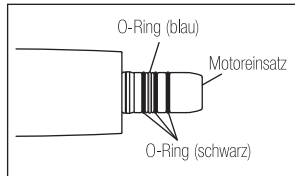

Abb. 8
- Der blaue O-Ring ist dünner als die 3 schwarzen O-Ringe. Stellen Sie sicher, dass die O-Ringe in die richtigen Rillen eingesetzt werden, wie in Abb. 8 gezeigt.